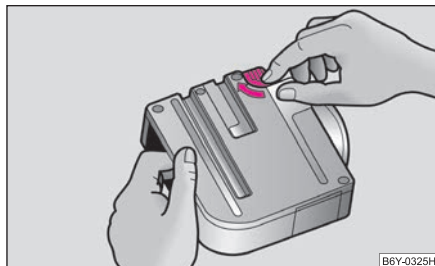

Fig. 130 Rimozione dei CD
- Ruotare la leva di sblocco nel senso indicato dalla freccia ⇒ fig. 130.